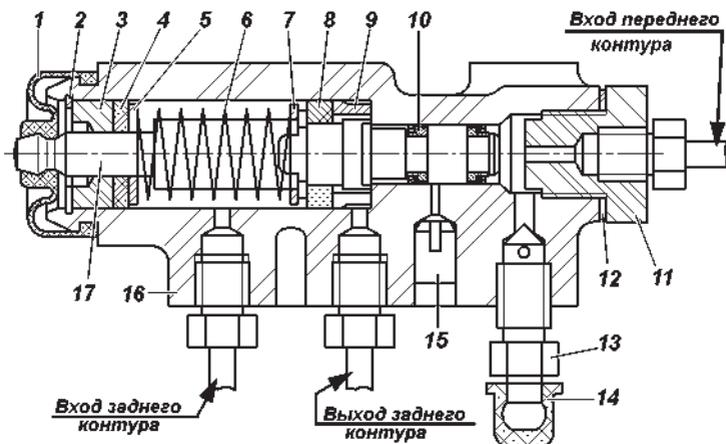

Рис. 9.25. Регулятор давления:
Регулятор давления. На автомобилях, не оснащенных антиблокировочной системой тормозов, устанавливается регулятор давления (рис. 9.25), который обеспечивает оптимальное распределение тормозных сил по осям автомобиля и не допускает блокировку задних колес раньше передних. При обслуживании проверяйте работоспособность регулятора давления. Очищайте регулятор от грязи и проверяйте надежность его крепления. Внешним осмотром убедитесь, что регулятор и детали его привода не имеют повреждений, отсутствуют подтекания тормозной
При нажатии на педаль тормоза поршень 17 (рис. 9.25) регулятора давления должен выдвинуться из корпуса на 1,7 – 2,3 мм. Отсутствие хода поршня, а также его недостаточный или чрезмерный ход свидетельствует о неисправности регулятора или его привода.
3. Заверните болт 3 до соприкосновения его с хвостовиком поршня 17 (рис. 9.25) регулятора.